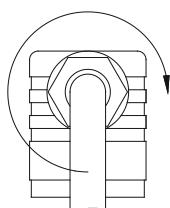

Abb. 9
- ↳ Drücken Sie das Innenteil ⑧ bis zum Einrasten in die Leitungsdose ②.
- ↳ Stecken Sie die Zentralschraube ⑥ in die Leitungsdose ② und ziehen Sie die Kabelverschraubung ⑤ an (→ Abb. 9).